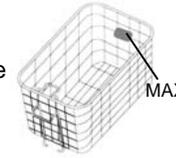

Fig. 5
3. Le panier de friture possède une ligne indiquant « MAX ». Ne pas remplir le panier avec de la nourriture au-dessus de cette ligne. (Fig. 5)